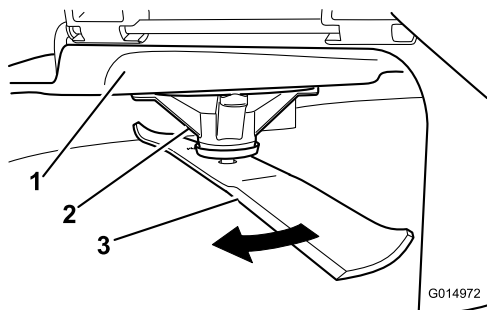

Figura 57
2. Usando luvas almofadadas ou outra proteção adequada para as mãos, rode lentamente lâmina a medir para uma posição que permita uma medição efetiva da distância entre a extremidade de corte e a superfície nivelada onde a máquina está (Figura 57).